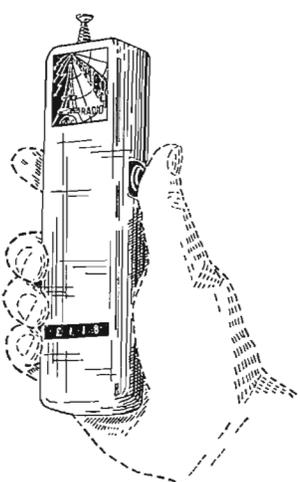

Fig. 7. — Présentation de l'émetteur E118
- Voici maintenant la description d'un second appareil. D'une extrême simplicité de montage, très économique, il pourra certainement tenter bon nombre d'amateurs débutants. Son aspect extérieur nous est donné par la fig. 7. En voici les caractéristiques mécaniques et électroniques.